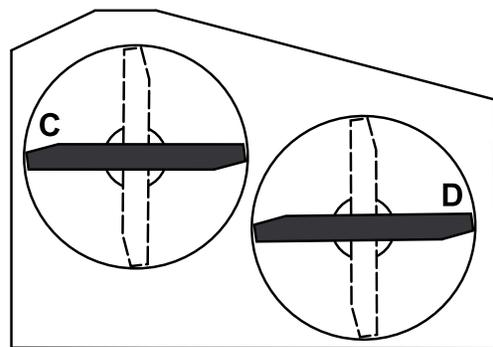

Bild 58
2. Stellen Sie die Schnittmesser seitlich. Messen Sie von einer ebenen Fläche bis zu den Stellen C und D an den Schnittkanten der Messerspitzen (Bild 58).